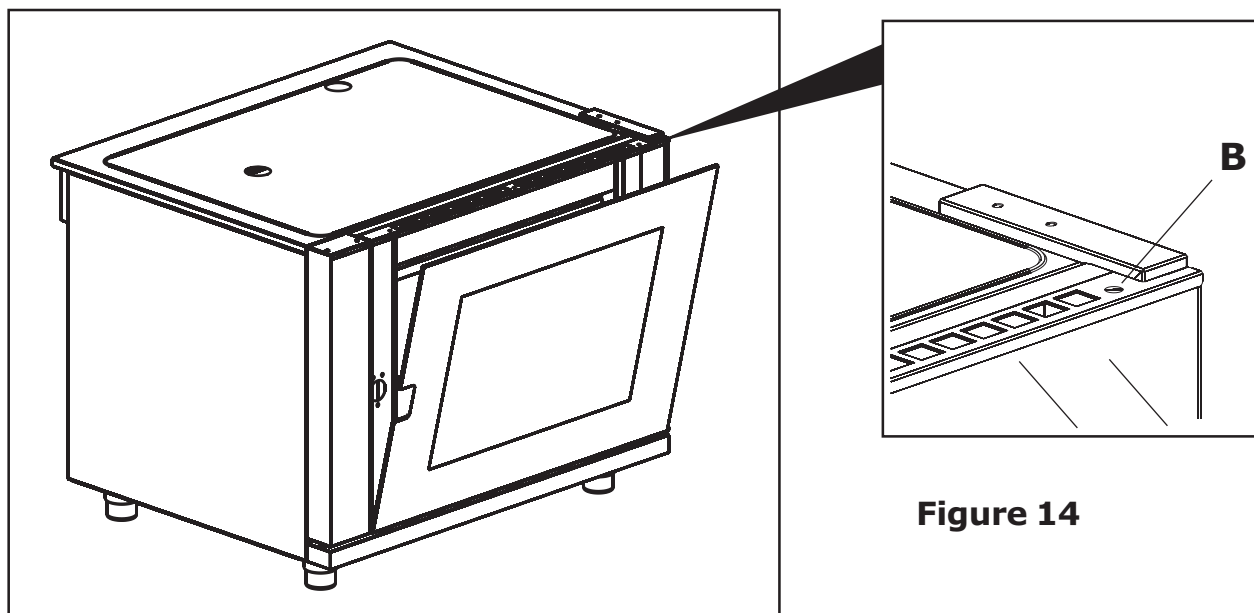

Figure 14
- retirer la poignée de la porte du four (**Fig.14**);